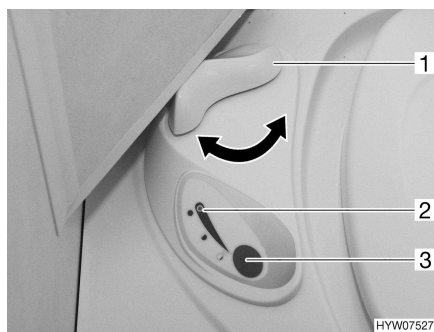

Fig. 112 Unidad de mando inodoro Thetford
- Antes del lavado, abrir la corredera del inodoro Thetford. Para ello, girar la palanca de corredera (Fig. 112,1) en sentido contrario a las agujas del reloj.
- Para lavar, pulsar el botón del inodoro azul (Fig. 112,3).
- Tras el lavado, cerrar la corredera. Para ello, girar la palanca de corredera (Fig. 112,1) en sentido de las agujas del reloj.
La luz de control (Fig. 112,2) se enciende cuando es necesario vaciar el cassette Thetford.
- Girar la palanca de corredera (Fig. 112,1) en sentido de las agujas del reloj. Se cierra la corredera. Para el vaciado **debe** estar cerrada la corredera en el inodoro Thetford.